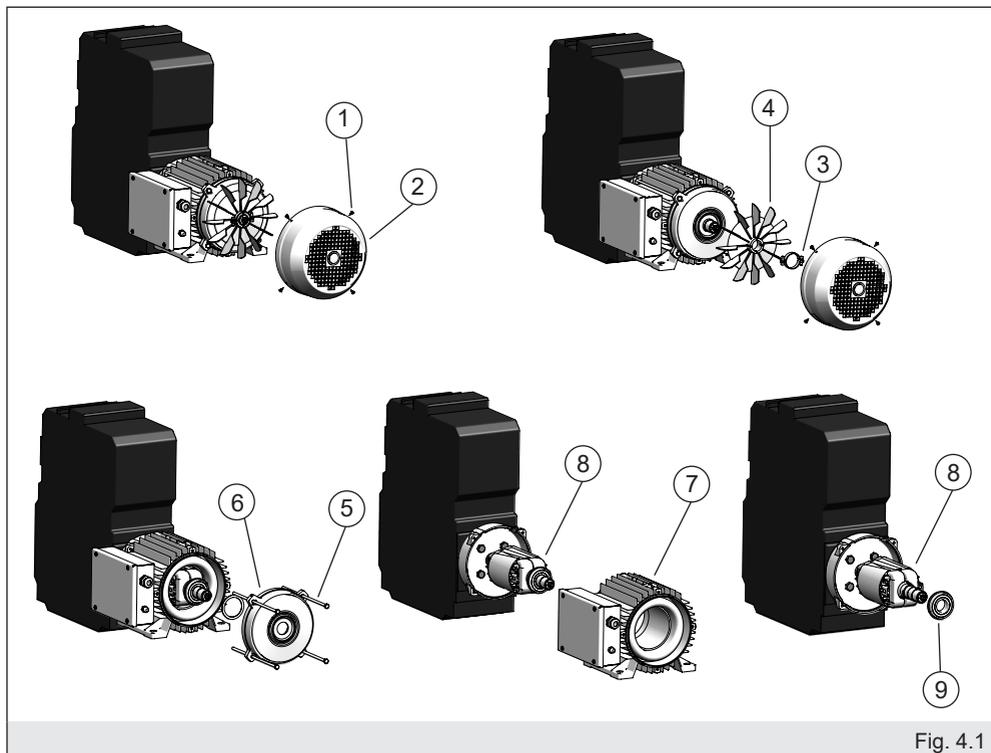

Fig. 4.1
- svitare le viti di fissaggio del copriventola (1 fig. 4.1) e disassemblare il copriventola (2 fig. 4.1) dal generatore.
- allentare le viti di serraggio della fascetta metallica (3 fig. 4.1)) e sfilarla dal mozzo della ventola (4). Sfilare la ventola (4) dall'albero del generatore.
- svitare i tiranti di fissaggio (5 fig. 4.1) e disassemblare lo scudo (6 fig. 4.1).
- Sfilare la cassa con statore (7 fig.4.1) prestando attenzione a non danneggiare il rotore (8 fig. 4.1).
- Estrarre il cuscinetto (9 fig. 4.1) dall'albero rotore (8 fig. 4.1) e sostituirlo. Si consiglia di utilizzare un'adeguata attrezzatura per l'estrazione del cuscinetto senza il danneggiamento dell'albero rotore.
- Unscrew fan clamping screws (1 fig. 4.1) and remove the fan cover (2 fig. 4.1) from the generator.
- unscrew fixing screws on the metallic clamp (3 fig. 4.1) and take off the metallic clamp (3 fig. 4.1) from the fan hub. Take off the fan (4 fig. 4.1) from the generator shaft.
- unscrew shield clamping screws (5 fig. 4.1) and remove the shield (6 fig. 4.1).
- unthreaded stator case (7 fig. 4.1) from rotor shaft (8 fig. 4.1) and pay attention to not damage stator or rotor winding.
- unthread the bearing (9 fig. 4.1) from rotor shaft (8 fig. 4.1) and replace it. The use of right equipment to disassemble bearing is recommended to not damage the rotor shaft.